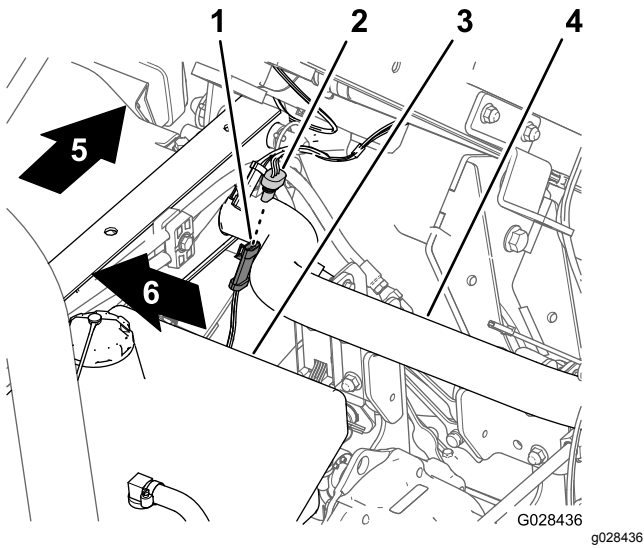

図 17
1. スプレーヤ用のワイヤハーネスの中から、速度センサー回路用の3口のコネクタを探し出す (図 17)。
2. 車両のトランスアクスルで、車両側の速度センサー用ワイヤハーネスの3ピンコネクタを、スプレーヤのハーネスの3口コネクタに接続する 図 17。